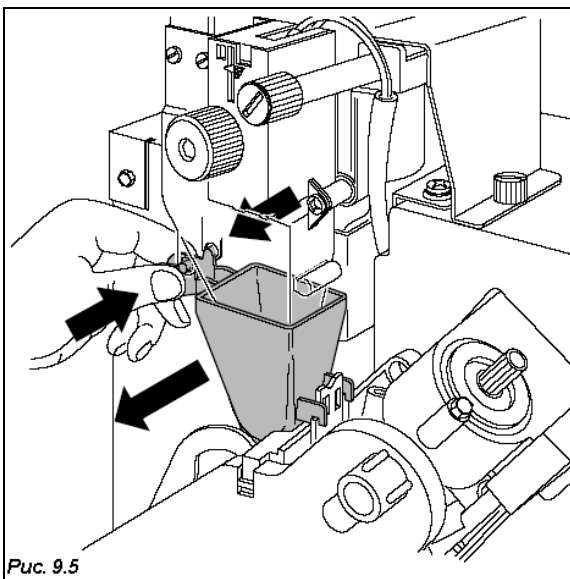

Рис. 9.5
- воронку и раздаточный лоток для кофе (Рис. 9.5).